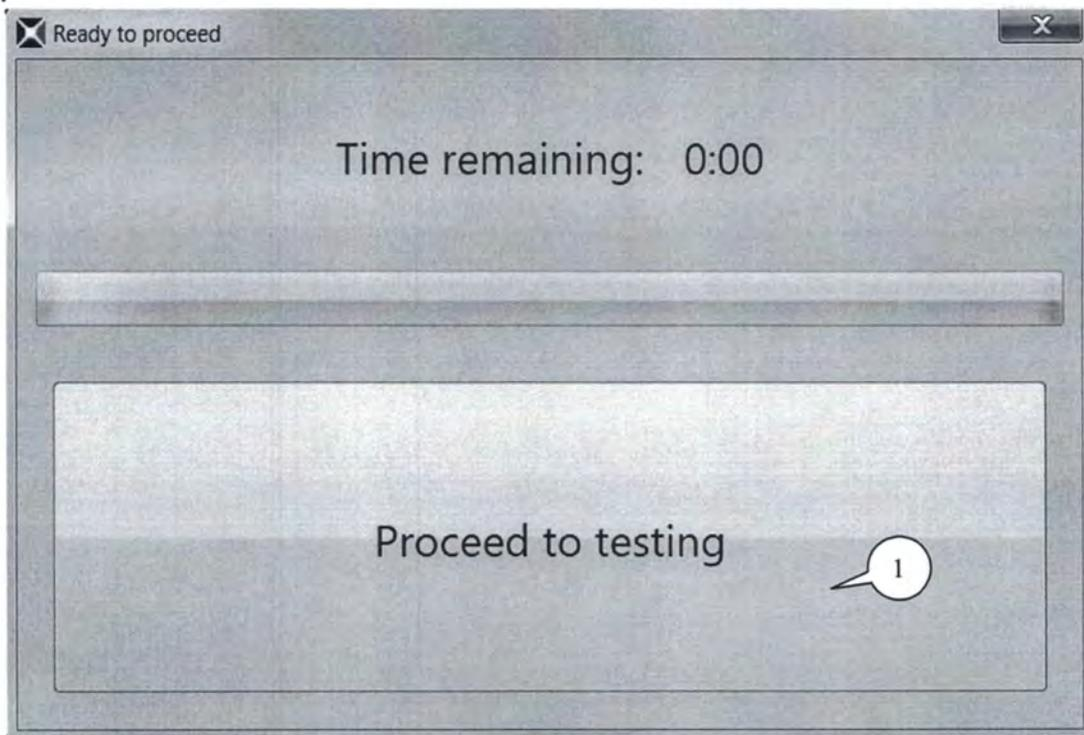

Рисунок 9
7.5.1.7 Прогреть усилитель в течении 30 минут (рисунок 9).